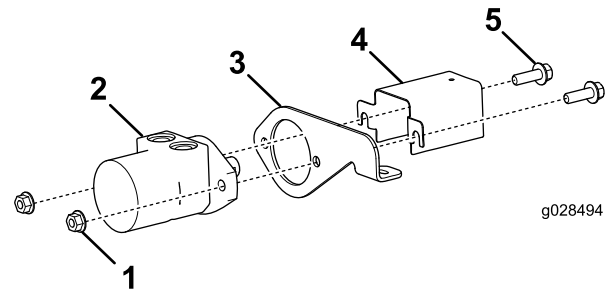

Bild 1
2. Befestigen Sie die Wellenschutzvorrichtung und die Motorhalterung mit zwei Bundkopfschrauben (1/2 x 1-1/2") und zwei Bundmuttern (1/2") am Hydraulikmotor, wie in Bild 1 abgebildet.